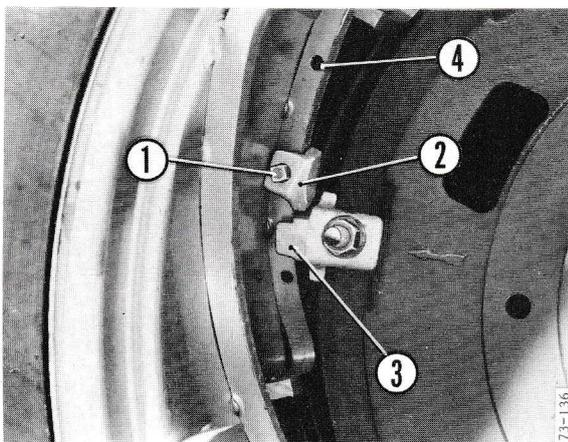

Figure 82
- 1 - Déposer les butées des rampes 2 figure 82 sur chaque roue. Placer une des butées sur chaque rampe à la position correspondant à la voie désirée.